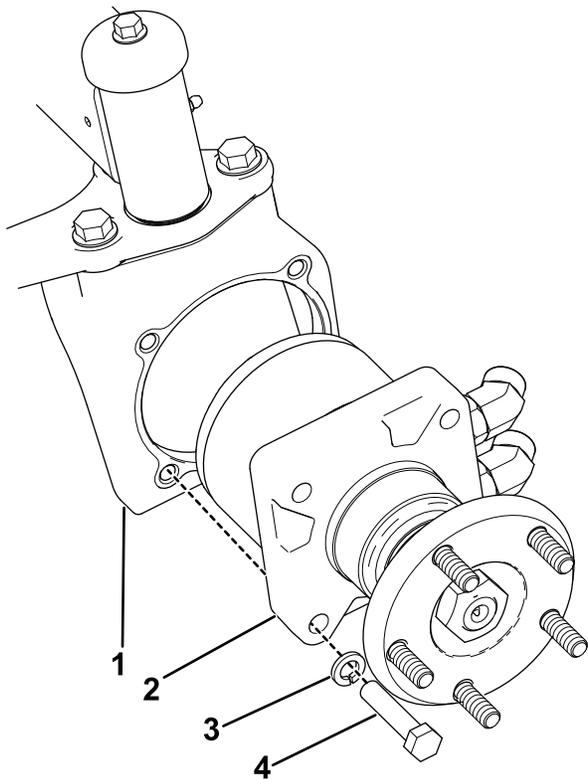

Figura 3
8. Monte el conjunto de motor de la rueda correspondiente en cada alojamiento de rueda con 4 pernos (½" x 2¼") y 4 arandelas de freno (½"), tal y como se muestra en la Figura 3. Apriete los pernos a entre 108 y 136 Nm.